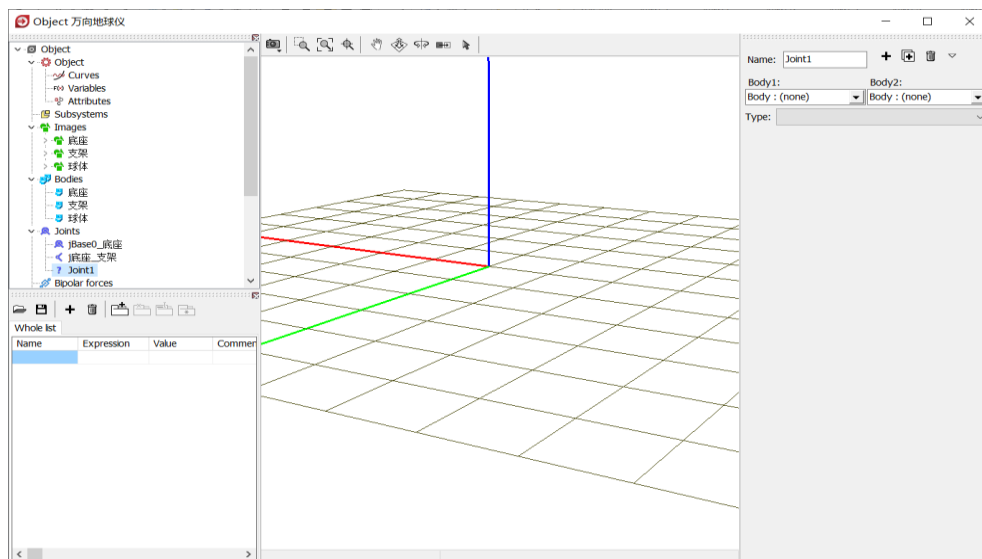

图 2-33
7) 这样，我们就创建了第三个铰，系统自动命名为 **Joint1**，如图 2-33。